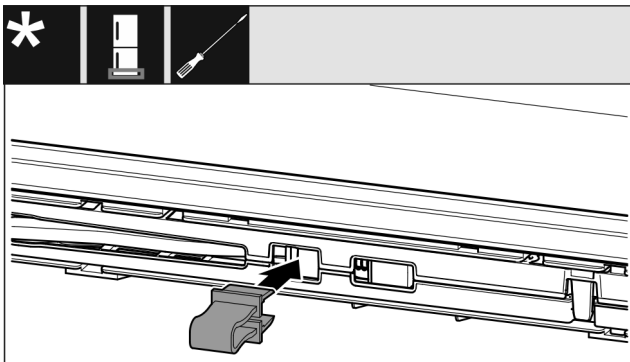

Fig. 12
- Sicherung in Öffnung einrasten *Fig. 12 (1)*.